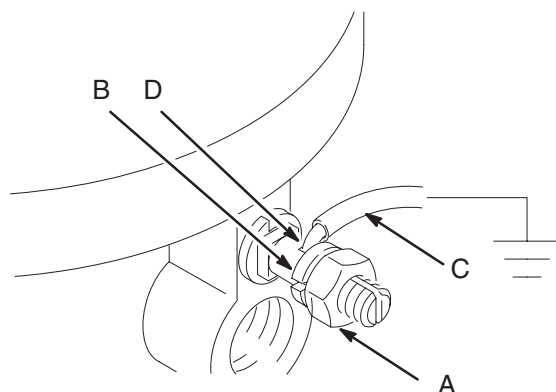

Fig. 1
- **Pompe:** Utiliser un câble et une pince de terre comme indiqué à la Fig. 1. Desserrer l'écrou (A) et la rondelle (B) de la borne de terre. Introduire l'une des extrémités d'un fil de terre (C) de 1,5 mm² minimum dans la fente de la borne (D) et serrer à fond l'écrou. Raccorder l'autre extrémité du câble à une véritable prise de terre.